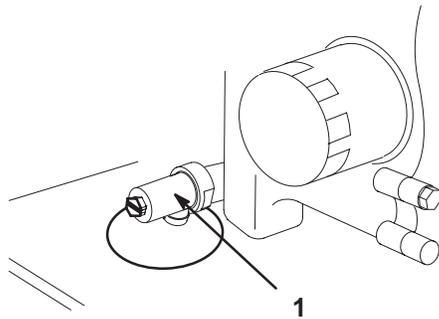

Figure 35
3. Placez un bac de vidange sous l'orifice de vidange. Ouvrez le robinet de vidange avec un tournevis à lame plate, une clé de 3/8 pouce ou de 10 mm (Fig. 35).
4. Tournez le robinet dans le sens horaire pour le fermer et dans le sens anti-horaire pour l'ouvrir (Fig. 35).
5. Quand toute l'huile s'est écoulée, refermez le robinet de vidange (Fig. 35).